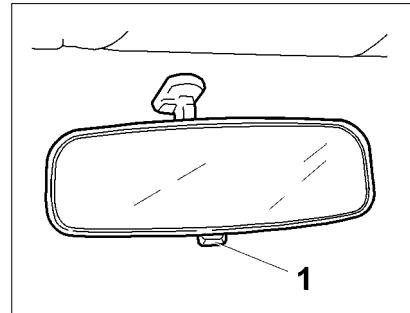

Рис. 19. Внутреннее зеркало
**Внутреннее зеркало** заднего вида регулируется поворотом вокруг шарнирной головки. При ослеплении светом фар движущегося сзади транспорта измените угол наклона зеркала при помощи рычажка 1 (рис. 19). **В вариантом исполнении** может устанавливаться внутреннее зеркало без рычажка 1, с противоослепляющим покрытием, изменение угла наклона этого зеркала не предусматривается.